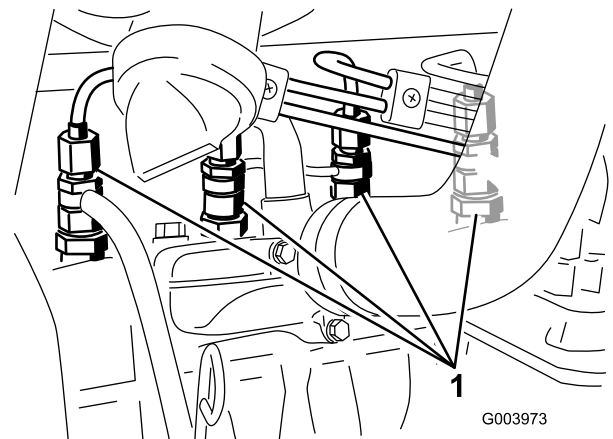

Bild 40
1. Lockern Sie den Leitungsanschluss an der ersten Düse und Halterung (Bild 40).